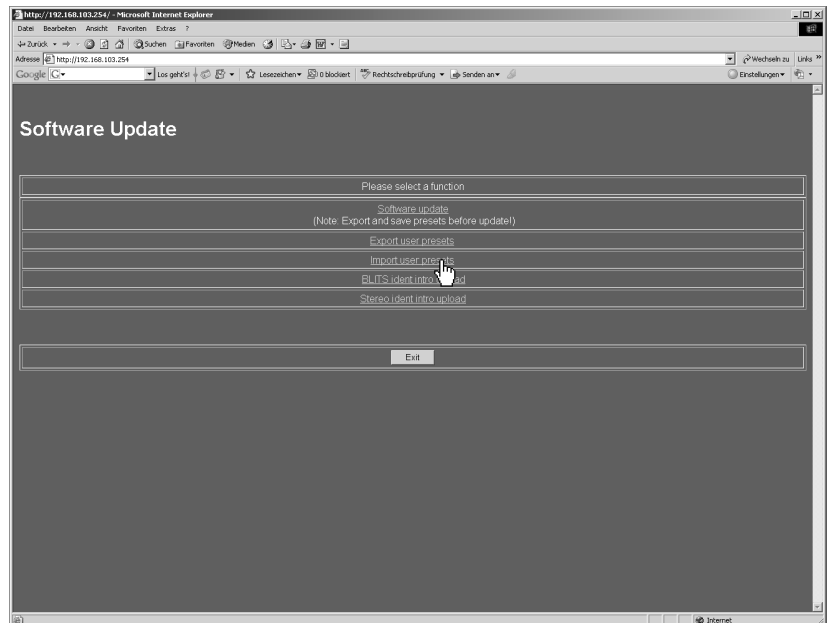
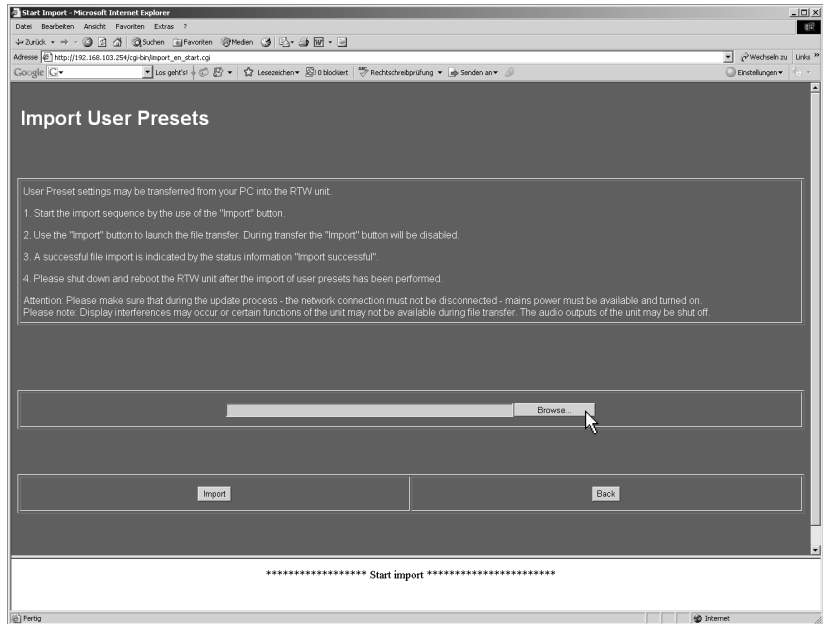
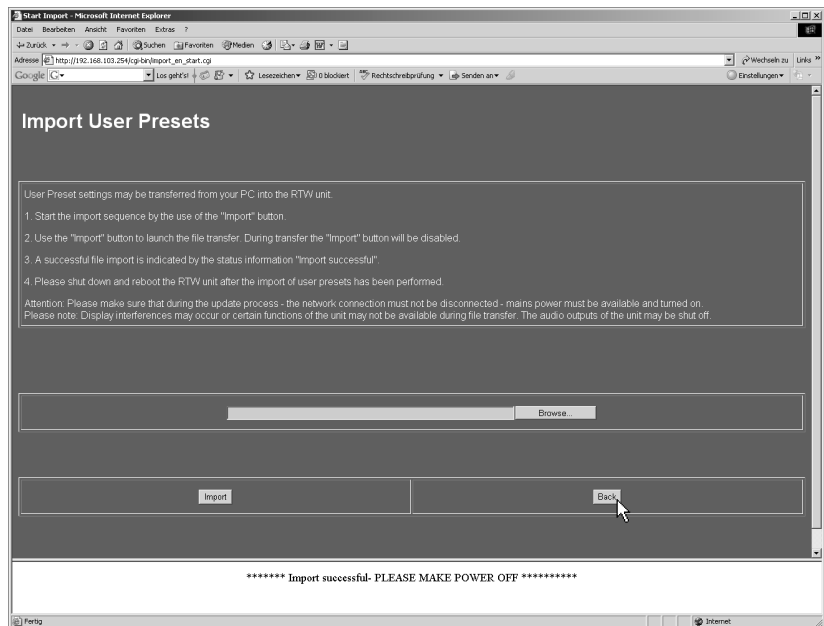

Bild 8-18: Anzeige des Software-Update-Programms in einem Internet-Browser
Bild 8-19: Anzeige der Import-Seite („Durchsuchen“)
Bild 8-23: Ende des Imports der Anwendereinstellungen
2. Im Browser-Fenster erscheint das Software-Update-Programm des SurroundMonitor (siehe Bild 8-18). Wählen Sie „Import user presets“. **Beachten Sie bitte die Hinweise auf der Import-Seite** (siehe Bild 8-19).
3. Klicken Sie auf die Schaltfläche „Durchsuchen“ (siehe Bild 8-19).
7. Wenn die Meldung „Import successful - PLEASE MAKE POWER OFF“ erscheint, ist der Import abgeschlossen (siehe Bild 8-23). Zur Aktivierung der importierten Anwendereinstellungen ist ein Neustart des SurroundMonitor erforderlich.
8. Klicken Sie auf die Schaltfläche „Back“ (siehe Bild 8-23), um auf die Startseite (siehe Bild 8-18) zurück zu kehren, und klicken Sie auf „Finish“, um das Update-Programm zu verlassen.